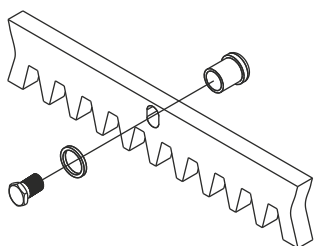

Fig. 8
5.2. Fijar los trinquetes de soporte a cada elemento de la cremallera mediante los relativos tornillos de bloqueo, cuidando de colocarlos en la parte superior del agujero (Fig. 8)